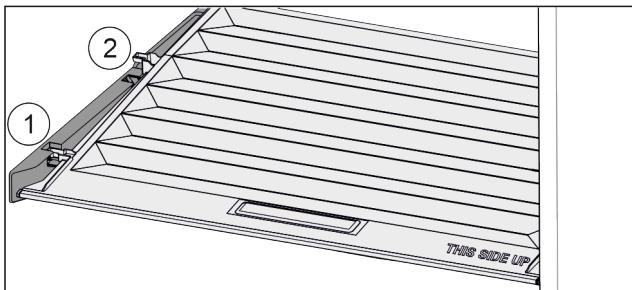

Fig. 58
- Poklopac do otvora u pridržnim dijelovima povucite prema naprijed Fig. 58 (1).
- Podignite ga odozdo sa stražnje strane i izvadite prema gore Fig. 58 (2).